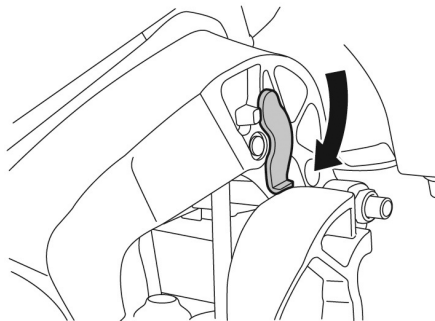

Рис. 39 Упорный рычаг
3. Только для моделей F50FEL-T-EFI, F60FEL-T-EFI и F100EFI-F115EFI: для фиксации подвесного лодочного мотора в крайнем верхнем положении (для разгрузки механизма электрического подъемника на время продолжительной стоянки) опустите упорные рычаги с обеих сторон мотора (Рис. 39). Нажмите на кнопку управления электрическим подъемником в положение DN (вниз) и осторожно опустите мотор на упорные рычаги. Мотор должен остаться в поднятом положении.